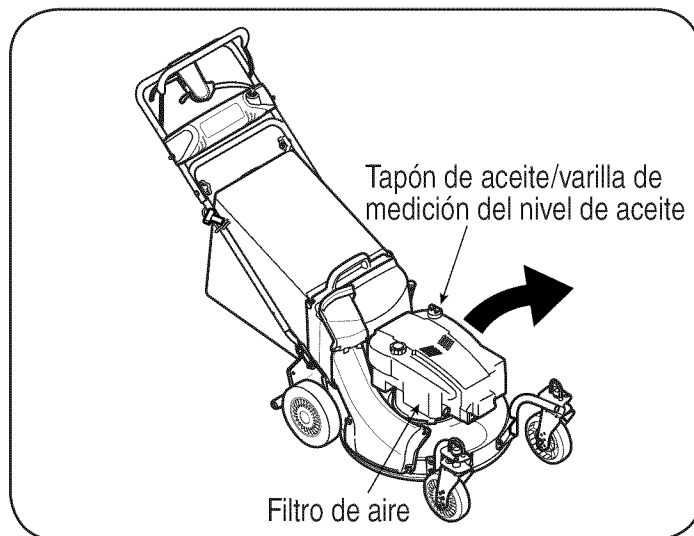

Figura 14
3. Incline la cortadora de césped, manteniendo el filtro de aire encima del petróleo se llena. Vea la Figura 14.